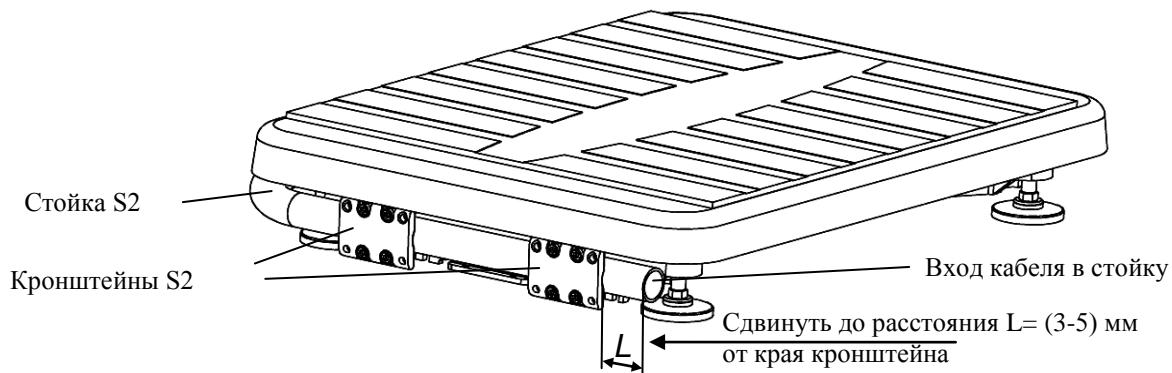

Рис. 6.2 - Крепление круглой вращающейся стойки
- В основании весов сдвинуть стойку в направлении указанном стрелкой (Рис. 6.2), обеспечив расстояние L = (3-5) мм от ее края до края кронштейна.
- Излишек кабеля на входе в стойку (Рис. 6.2) заправить внутрь стойки.